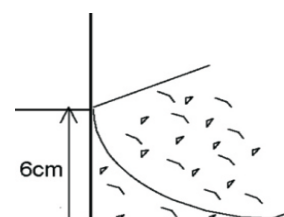

Fig. 4
6. Sandvoll på innsiden av bassenget (fig. 4)